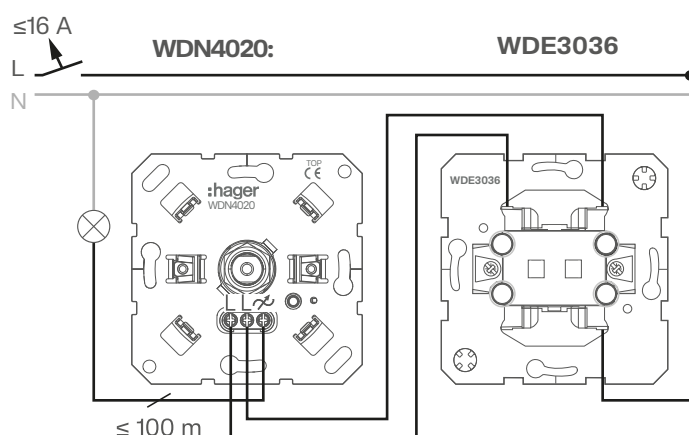

Fig. 5: Anslutningsschema med trappströmställare (tillval)
- 2 Alternativ anslutning med trappströmställare (Fig. 5).